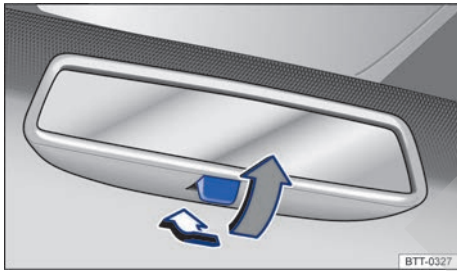

Fig. 93 En el parabrisas: retrovisor interior antideslumbrante manual.
- Para oscurecer el retrovisor, tire de la palanca hacia atrás \Rightarrow fig. 93.